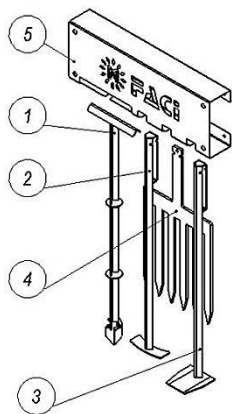

Рис. 8
- д) Инвентарь. (Рис.8).
Инвентарь (Рис. 8) является дополнительной опцией. В базовой комплектации предусмотрен банник. Инструменты инвентаря разработаны для эффективной очистки элементов котла от сажи и нагара. Крепится инвентарь по усмотрению владельца.